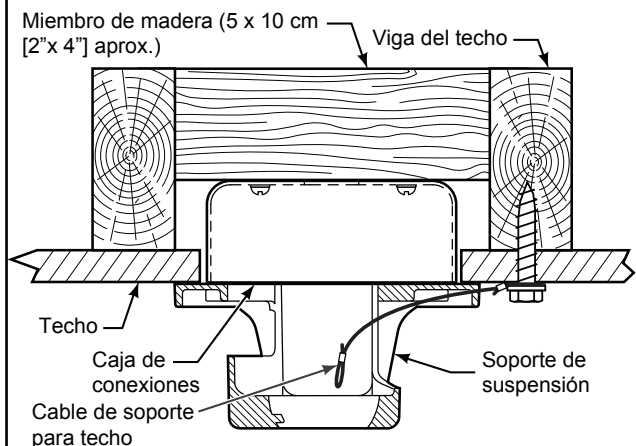

Figura 3
Uso del soporte (Figura 3)
3. Retire el clip de horquilla y pasador de horquilla de la parte inferior de la bola para colgar. Retener el pasador y clip para la reinstalación en el paso 5. (Figura 3)
1. Perfore un orificio de 1/4" en la estructura del edificio para evitar grietas con la instalación del tornillo de intervalo. Utilice el tornillo de intervalo de 3/8"x2" y la arandela plana para fijar el cable de seguridad a la viga del techo o a la estructura de madera. Dicho tornillo pasará a través de arandela plana, la presilla del cable de seguridad y se fijará en la estructura del edificio. (Figura 3)
NOTA: El cable de soporte para techo no se puede asegurar solamente a la caja de conexiones; se debe asegurar directamente a la viga de techo o miembro estructural con el tornillo de cabeza cuadrada de 3/8"x2" y la arandela plana. (Figura 3)
2. Deslice el receptor en el soporte de suspensión antes de realizar el cableado como se muestra en la figura 3.